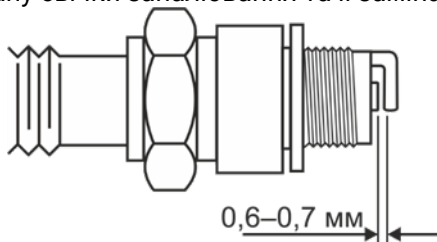

Рисунок 17. Зазор між електродами.
5. Спеціальним щупом виміряти зазор між електродами свічки (якщо необхідно, виставити зазор 0,6–0,7 мм, обережно підгинаючи бічний електрод) (рис. 17).